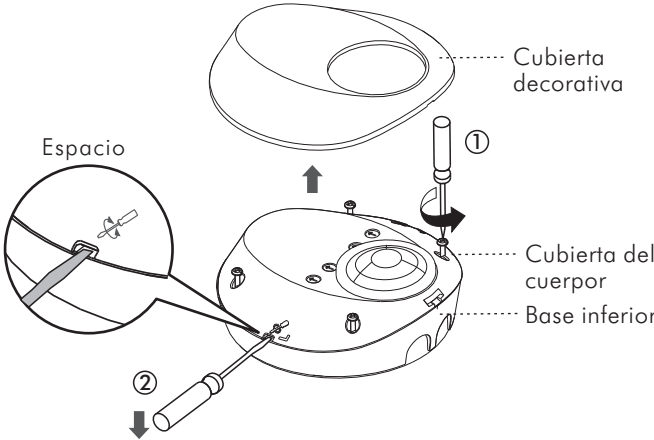

FIG.6
3.4.1.2 Desatornille los 4 tornillos en la cubierta del cuerpo principal para separarlo de la base inferior (Ver FIG.6).